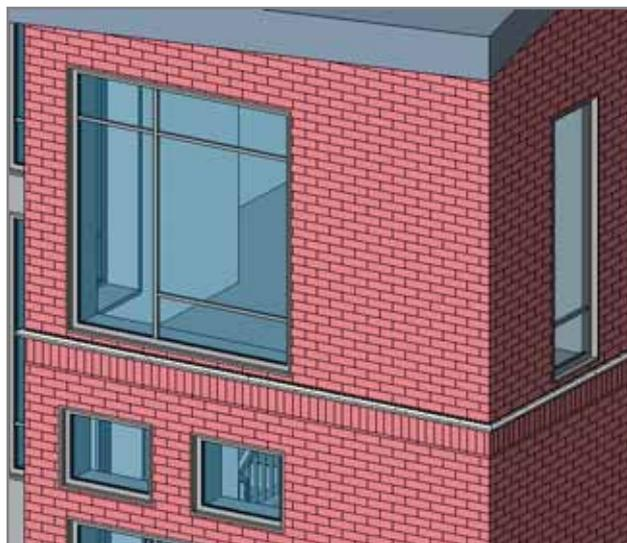

Рис. 9. Наш окончательный результат
9. Щелкните три раза *OK* и закройте диалогов. Результат представлен на рис. 9.